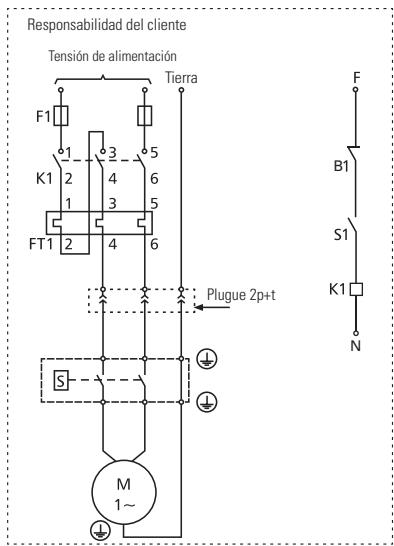

FIGURA 8.2- ESQUEMA DE CONEXIÓN ELÉCTRICA MONOFÁSICA (MOTOR SIN PROTECTOR TÉRMICO)
- Para Protección y Garantía del motor eléctrico, es necesario seguir la orientación de la Figura 8.2. La inobservancia podrá causar el quemado del motor y la pérdida de la Garantía.
- Para protección del motor, deben ser seguidas las orientaciones de la Figura 8.2.